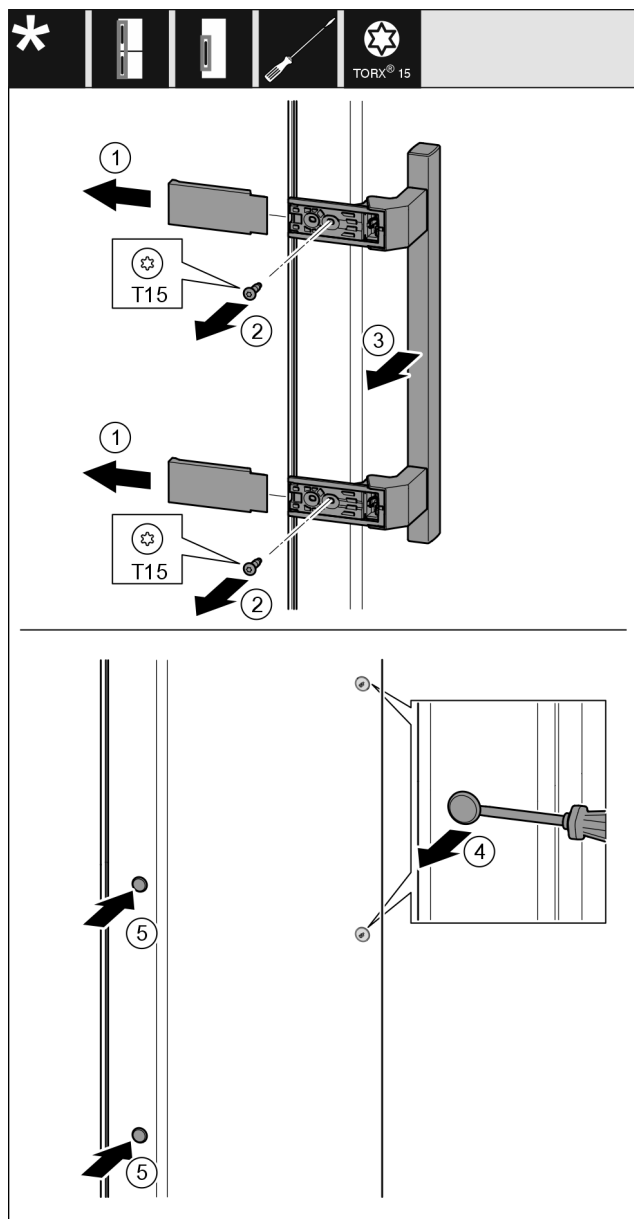

Fig. 54
- Togliere la copertura Fig. 54 (1).
- Estrarre le viti Fig. 54 (2) con un cacciavite.
- Rimuovere la maniglia Fig. 54 (3).
- Sollevare il tappo laterale Fig. 54 (4) con cautela con un cacciavite a intaglio ed estrarlo.
- Reinserire il tappo Fig. 54 (5) sull'altro lato.